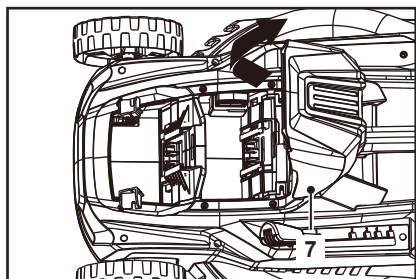

Fig. 6
1. Ține de canelură (7a) și deschide capacul compartimentului pentru acumulator (7) (Fig. 6).